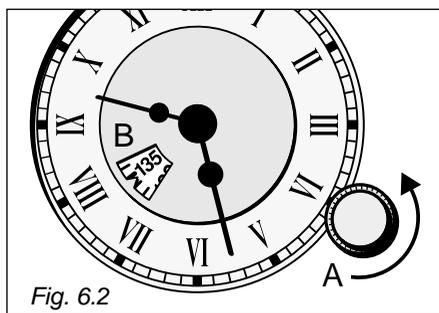

Fig. 6.2
- Programmer le temps de cuisson, en tournant dans le sens des aiguilles d'une montre le petit bouton "A" jusqu'à l'apparition à la fenêtre "B" du temps souhaité (fig. 6.2).